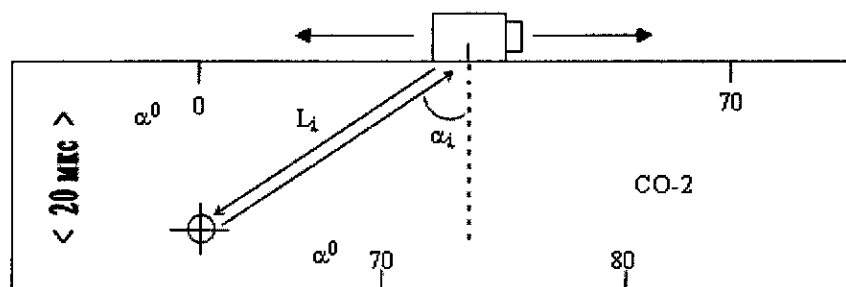

Рисунок 13 – Измерения на образце №2.
2) установить ПЭП из комплекта дефектоскопа на образец контрольный №2 (см. рис. 13); глубину залегания бокового отверстия  $\varnothing 6$  мм (15 мм или 44 мм) выбирают согласно типа ПЭП из таблиц 1 - 5 приложения Б;